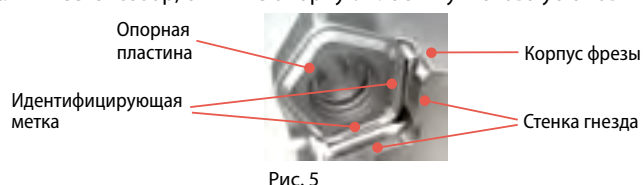
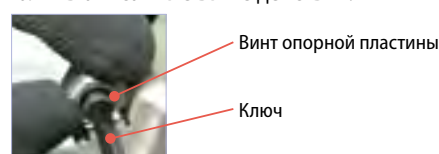

Рис. 5
Рис. 6
- Опорная пластина должна быть установлена в правильном положении. Совместите поверхность опорной пластины, на которой нанесена метка, со стенкой гнезда (см. рис. 5) и, слегка прижимая опорную пластину к стенке гнезда, вставьте винт в отверстие опорной пластины и затяните его (см. рис. 6). При затягивании винта убедитесь, что винт перпендикулярен к опорной поверхности. Рекомендуемый момент затяжки — 6,0 Н·м.